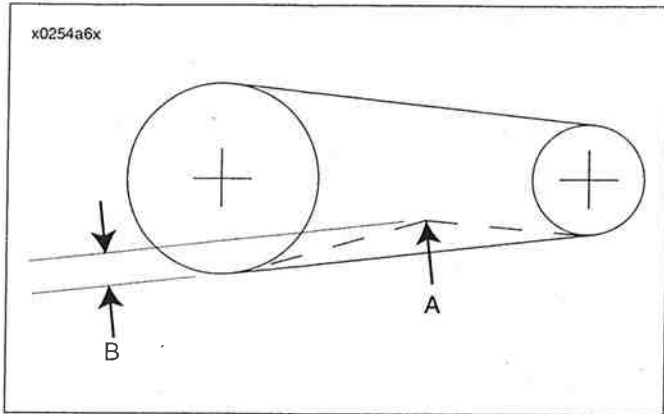

Figura 1-41. Deflexión de la correa de propulsión secundaria
3. Vea la Figura 1-41. Compruebe la deflexión de la correa en la posición "A", el punto intermedio entre la rueda dentada de la transmisión y la rueda dentada de la rueda trasera. Aplique 4,5 kg (10 lb) de fuerza hacia arriba en el tramo inferior de la correa trasera usando un MEDIDOR DE TENSIÓN DE LA CORREA (HD-35381-A).
Vea la Figura 1-41. Determine la deflexión de la correa como se indica en INSPECCIÓN. Si la deflexión "B" de la correa no es correcta, ajuste de acuerdo con siguiente procedimiento.